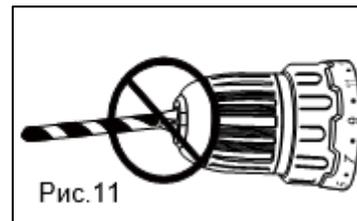

Рис.11
1. Поверните гильзу патрона (1) в направлении против часовой стрелки.
3. Поверните гильзу патрона (1) в направлении по часовой стрелке, пока губки патрона (2) не сойдутся равномерно и оснастка не будет надежно зажата.
**ВНИМАНИЕ!** При мягком хвостовике оснастки после короткого времени работы возможно будет необходимо подтянуть патрон. **ВНИМАНИЕ!** Никогда не закрепляйте оснастку как показано на рисунке (Рис.11). Оснастка должна быть зафиксирована ровно и всеми губками патрона одновременно.